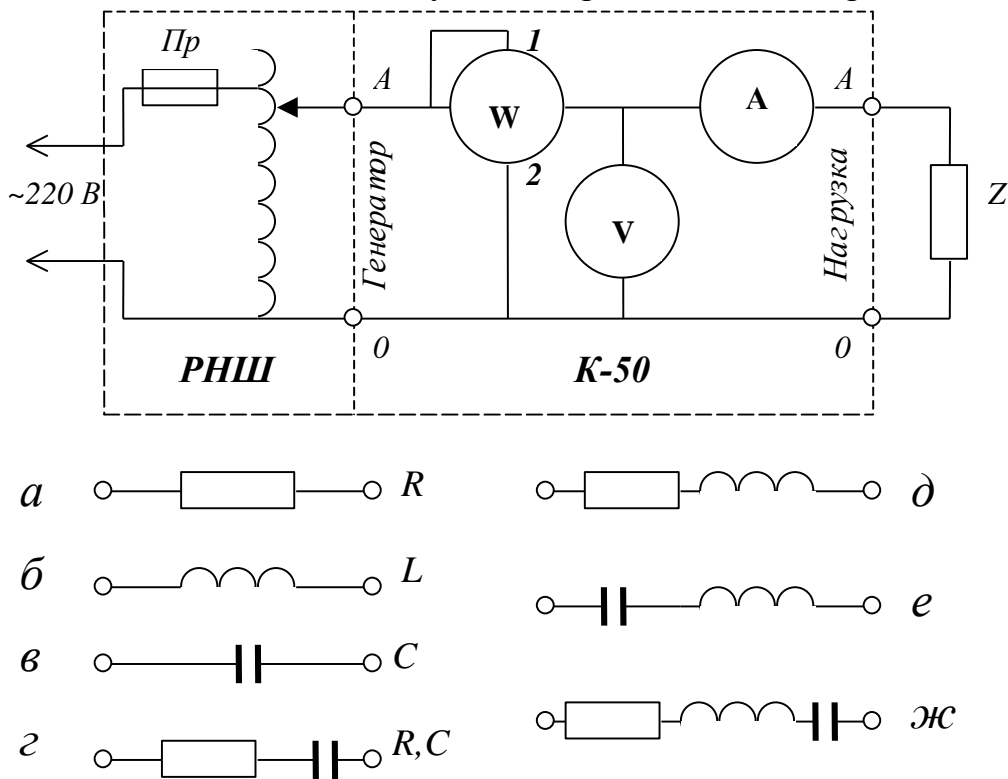

Рис.6
**Описание установки.** Для выполнения поставленной выше задачи предлагается установка, принципиальная схема которой приведена на рис.6.
4. Присоедините реостат (нагрузка типа “ $a$ ” ) к клеммам  $A$  и  $0$  «Нагр» измерительного комплекта К-50 (рис.6).
**Обработка результатов измерений.** 1. Вычислите полную мощность  $P$ , коэффициент мощности  $\cos\varphi$  и реактивную мощность  $P_P$  по формулам (11), (12), (13):